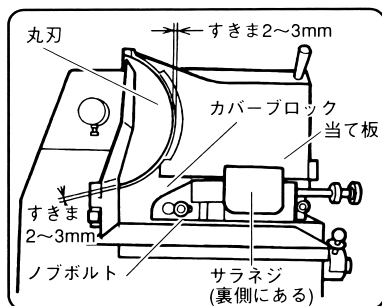

図 24
- 丸刃の研磨で外径が小さくなり丸刃の刃先と当て板のすきま(図 24 参照)が 3 mm より大きくなったときや、丸刃を新品に交換したときは、必ず下記の 1～4 項の調整をしてください。すきまが大きいと指などが入りけがの原因になります。
丸刃の刃先と当て板とのすきまを 2～3 mm 程度に調整してください。(図 24 参照) 肉箱を奥側で停止 (切替スイッチを「連続」にして、肉箱が一番奥へ移動した時に停止スイッチ(赤)を押します。)させてから、当て板の裏側にあるサラネジ(図 24 参照)をゆるめて当て板を移動させます。